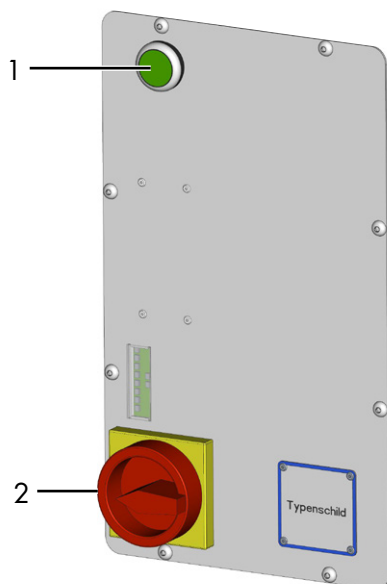

Figura 4: Unidad de mando con conmutador inversor
- Levantar el vehículo hasta que las ruedas queden en el aire. Accionar el elemento de mando → "Subir" (véase la figura 4).